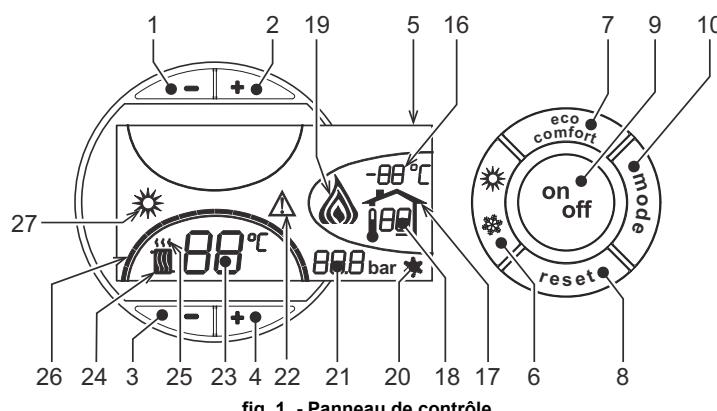
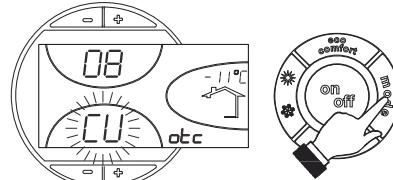
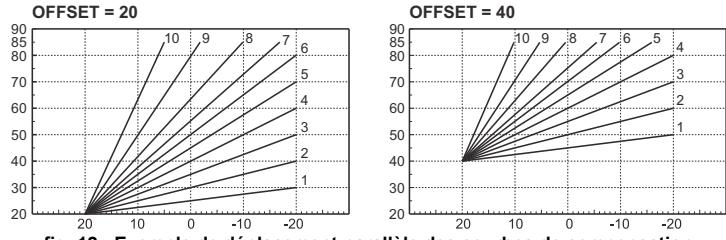

fig. 1 - Panneau de contrôle
fig. 9 - Courbe de compensation
fig. 12 - Exemple de déplacement parallèle des courbes de compensation
Appuyer 1 seconde sur la touche on/off (rep. 9 - fig. 1).
Pour rallumer la chaudière, appuyer à nouveau 1 seconde sur la touche on/off (rep. 9 - fig. 1).
- Appuyer sur la touche ON/OFF (9 - fig. 1)
Appuyer sur la touche été/hiver (rep. 6 - fig. 1) pendant 1 seconde.
L'afficheur montre le symbole Été (rep. 27 - fig. 1) : la chaudière ne fournira que de l'eau chaude sanitaire. Le système hors-gel reste actif.
Pour désactiver le mode Été, appuyer à nouveau sur la touche été/hiver (rep. 6 - fig. 1) pendant 1 seconde.
Pour régler la température entre 30° C (minimum) et 80° C (maximum), agir sur les touches du chauffage (rep. 3 et 4 - fig. 1).
Pour régler la température entre 10 °C (minimum) et 65 °C (maximum), agir sur les touches eau chaude sanitaire -/+ (rep. 1 et 2 - fig. 1).
Lorsqu'une sonde extérieure (option) est installée, l'afficheur du tableau des commandes (rep. 5 - fig. 1) montre la température extérieure actuelle mesurée par la sonde. Le système de régulation de la chaudière travaille en mode "température évolutive". Dans ce mode, la température de l'installation chauffage est réglée en fonction des conditions climatiques extérieures de manière à garantir un confort élevé et une économie d'énergie pendant toute l'année. En particulier, lorsque la température extérieure augmente, la température de départ installation diminue selon une courbe donnée "de compensation".
Avec le réglage évolutif, la température programmée à l'aide des touches chauffage -/+ (rep. 3 et 4 - fig. 1) devient la température maximum de départ installation. Il est conseillé de régler la valeur maximale pour permettre au système de réguler la température sur toute la plage utile de fonctionnement.
Appuyer une fois sur la touche mode (rep. 10 - fig. 1) pour afficher la courbe de compensation actuelle (fig. 9). Il est possible de la modifier à l'aide des touches eau chaude sanitaire (rep. 1 et 2 - fig. 1).
Appuyer sur les touches chauffage (rep. 3 et 4 - fig. 1) pour passer au déplacement parallèle des courbes (fig. 12), qui peut être modifié à l'aide des touches eau chaude sanitaire (rep. 1 et 2 - fig. 1).
Réappuyer sur la touche mode (rep. 10 - fig. 1) pour quitter le mode de réglage des courbes parallèles.
Si la chaudière est reliée à la chronocommande à distance (option), les réglages ci-dessus seront gérés comme indiqué dans le tableau tableau 1. De plus, l'afficheur du panneau de commande (rep. 5 - fig. 1) montre la température ambiante actuelle, mesurée par la chronocommande à distance.